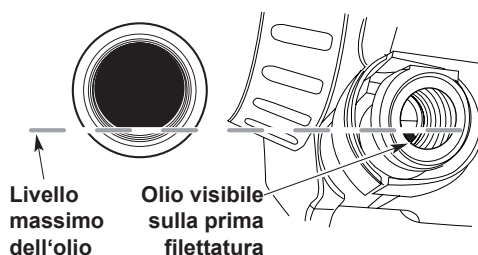

Fig. 10
5. Ispezionare l'interno del foro di riempimento; usare una torcia se necessario. Aggiungere olio finché il suo livello non raggiunge la prima filettatura del foro di riempimento (Fig. 10). Se il livello dell'olio è troppo basso, aggiungere olio finché il suo livello non raggiunge la filettatura inferiore del foro di riempimento.